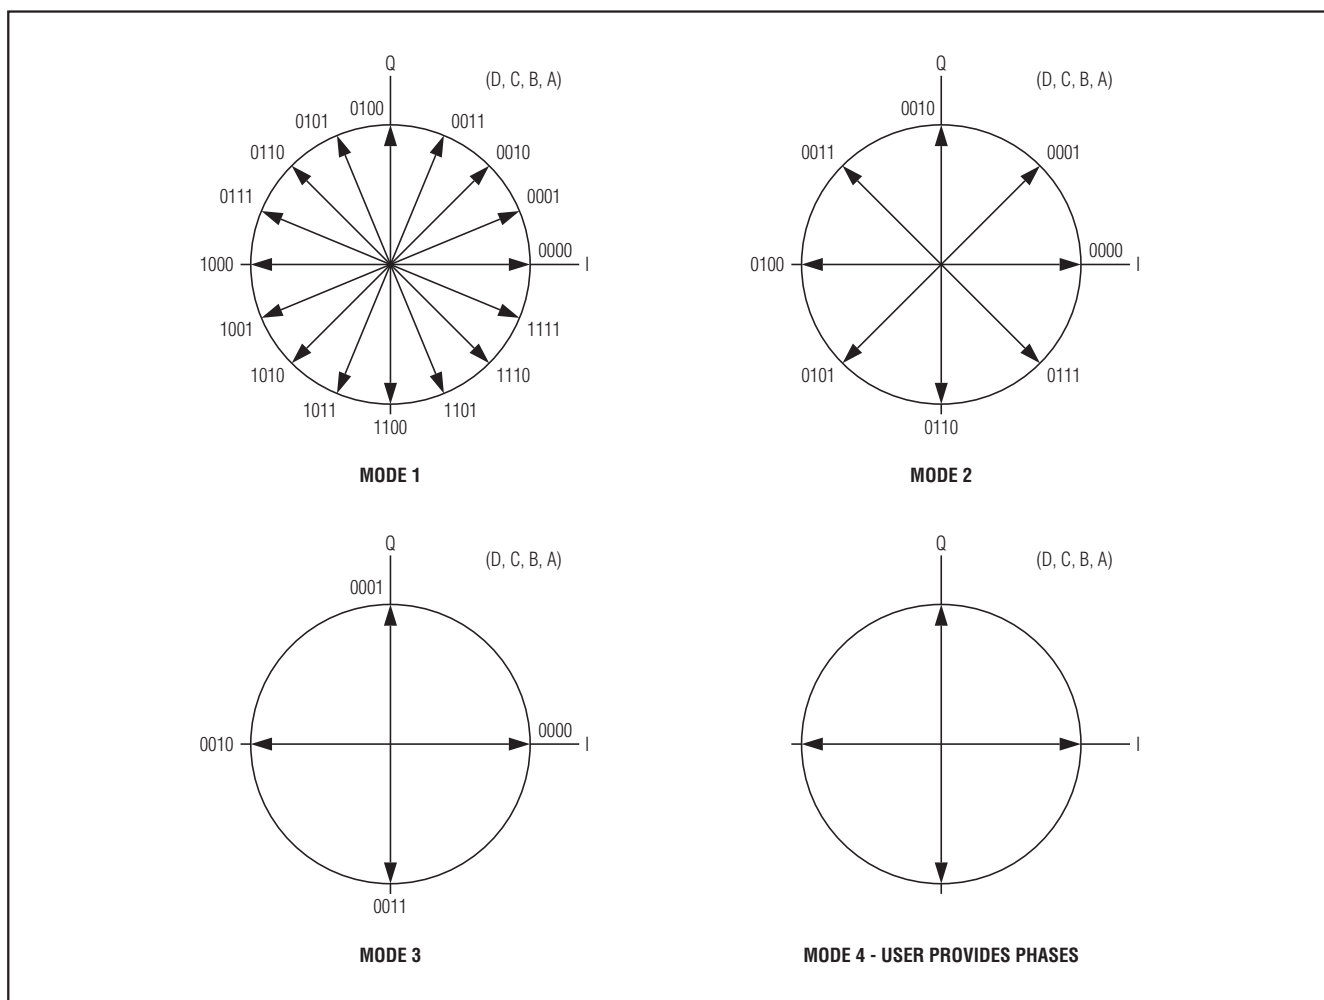

图1. 不同模式的相量表示
- 7) 按照图1和2编程寄存器。在I和Q处测得的电压为该模式的相量表示。